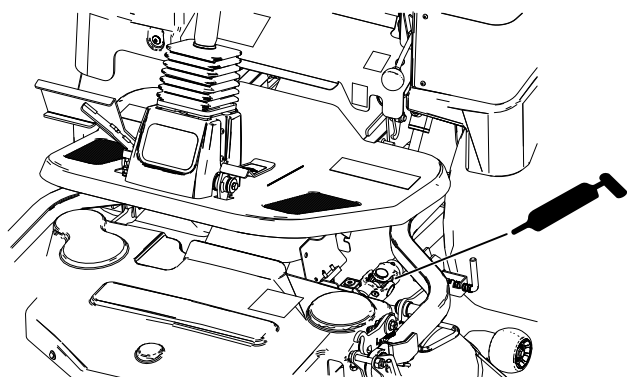

Figure 46
- Cardan avant de l'arbre de transmission sur le boîtier d'engrenages de la tondeuse (Figure 46).